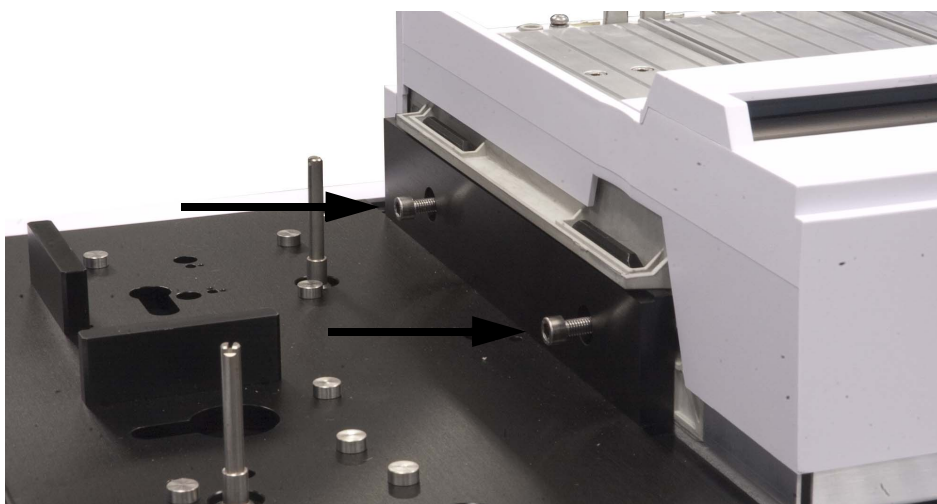

図 14 サンプルトレイをメインフレーム取り付けブラケットに固定する
- 3 T-30 トルクスドライバを使用して、メインフレーム取り付けブラケットに T-30 ネジ 2 個を取り付け、サンプルトレイをメインフレームベースに固定します (図 14)。